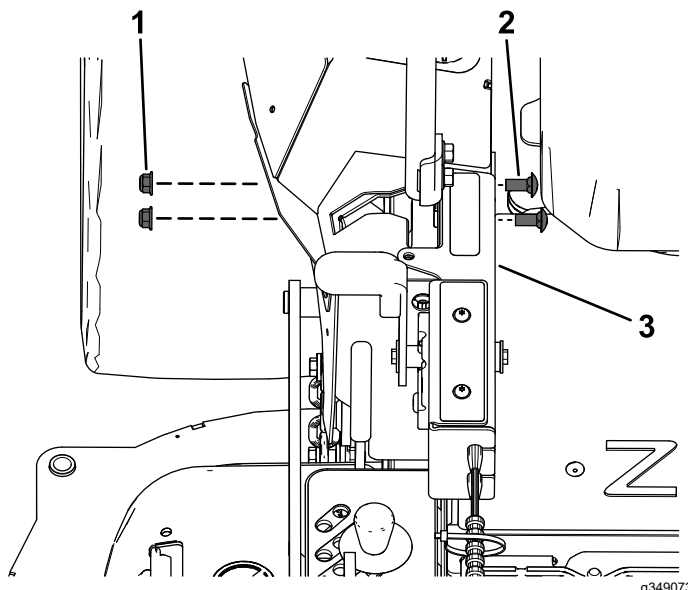

Figura 17
6. Fije la caja de control a la cubierta de control de movimiento derecha con 2 pernos de cuello cuadrado ($\frac{3}{8}$ " x $\frac{7}{8}$ ") y 2 contratuercas ($\frac{3}{8}$ "), tal y como se muestra en la Figura 17.